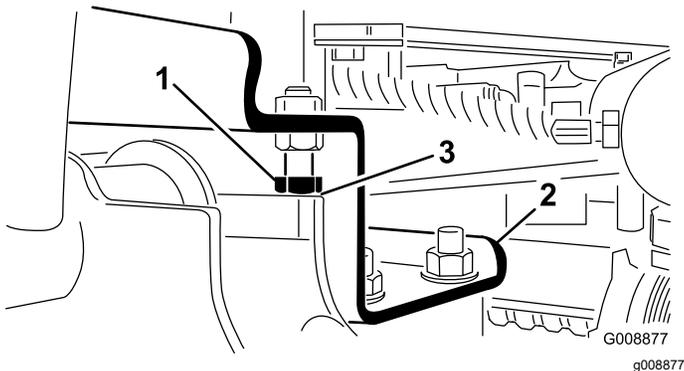

图 26
- A. 拧松止动螺栓、调整油缸以获得所需间隙图 26。
2. 检查并确保各个提升臂与止动螺栓之间的间隙介于 0.131.02mm 之间图 26。